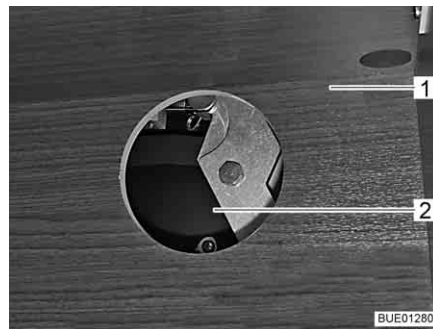

Bild 116 Åtkomst till drivenheten
- Öppna, beroende på modell, luckan på hängskåpet (Bild 116,1) och dra bort locket från åtkomststoppningen (Bild 116,2).